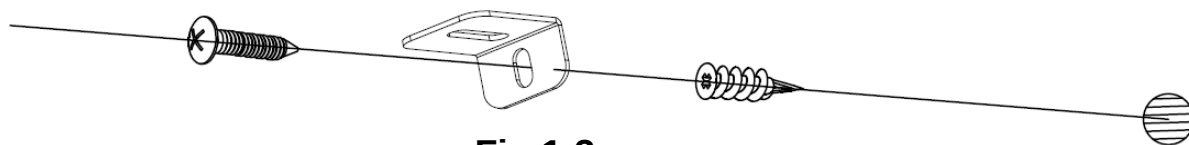

Fig 1-3
C. Montare il fissaggio di plastica (C) nella parete asciutta, poi montare la vite più lunga (B) (compresa nel set) tramite un foro nel supporto a “L” nel fissaggio per montare il focolare alla parete. (Fig 1-3)